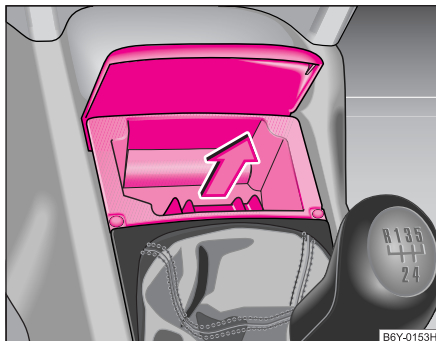

Fig. 70 Consola central: Cenicero delantero
- Levantar la tapa del cenicero y sacar el suplemento de cenicero hacia arriba en el sentido de la flecha ⇒ fig. 70.